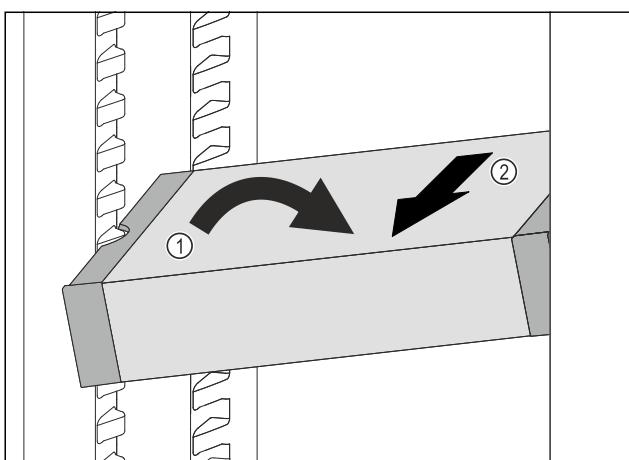

Fig. 112
- VarioSafe postavte v chladničke šikmo. Fig. 112 (1)
- VarioSafe vyberte dopredu. Fig. 112 (2)